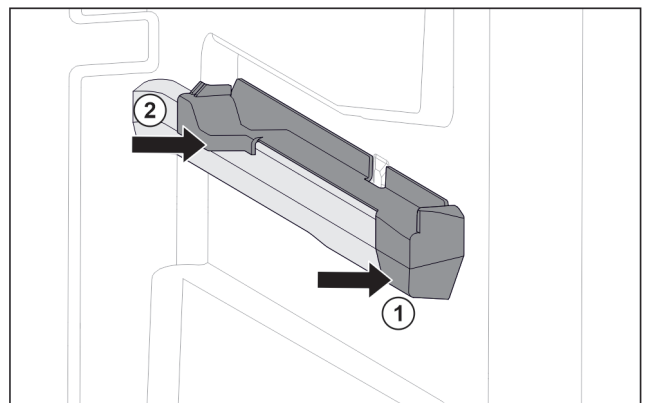

Fig. 76 Insteekelement op rechter containerrib
- ▶ Insteekelement voor tegen containerrib plaatsen. Fig. 76 (1)
- ▶ Insteekelement achter aandrukken. Fig. 76 (2)